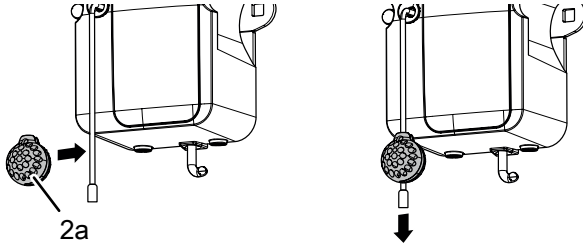

Fig. 7: Anular la protección antirrobo
Coloque la pieza deslizante (19) sobre el perfil del carril, insértela en la abertura trasera del cabezal del motor (2) y fíjela con el tornillo (14) (fig. 7).